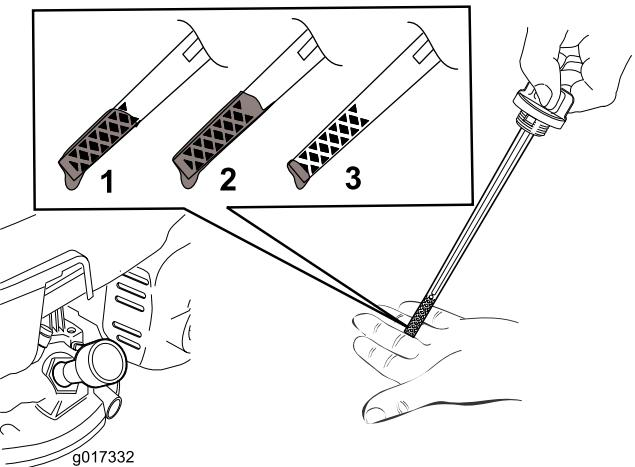

図 7
2. ディップスティックを外す 図7。
注 ディップスティックで量を確認しながら 図 7 に示される適正量までオイルを入れる。オイルを入れすぎてしまった場合には、エンジンオイルの交換\(ページ 14\)の項に従って余分なオイルを抜き取ってください。